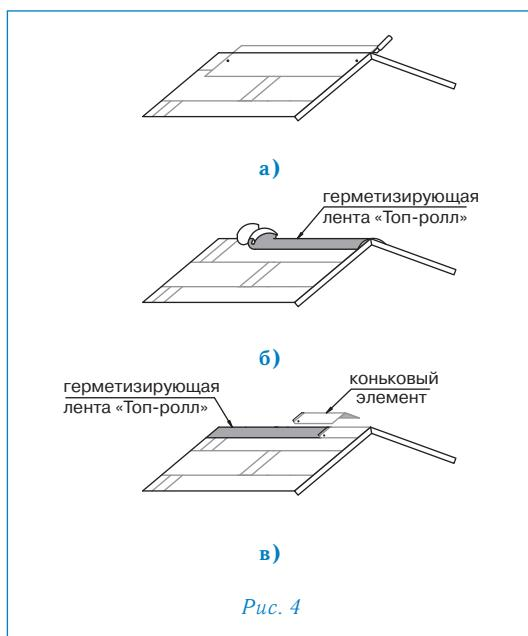

Рис. 4
### Конек (рис. 4)
- верхний ряд черепицы ПРЕСТИЖ КОМПАКТ ЦИНК-ТИТАН доводится до линии конька (ребра), выступающие части листов обрезаются (рис. 4а);
- линии коньков и ребер герметизируются специальной самоклеящейся лентой «Топ-ролл» (рис. 4б);
- далее устанавливаются внахлест специальные коньковые элементы (направление укладки по преимущественному направлению ветра). Каждый коньковый элемент плотно прижимается к основанию кровли и фиксируется двумя гвоздями из нержавеющей стали длиной 35 мм, которые перекрываются следующим коньковым элементом (рис. 4в).